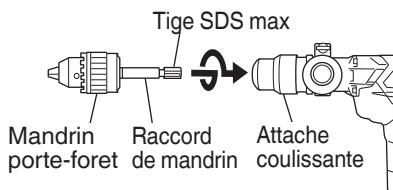

Fig. 14
- (1) Commutation sur "rotation + percussion". Pour commuter sur "rotation + percussion", procéder comme indiqué au point [3. Perçage en "rotation + percussion"] à la page 21.
- (2) Fixation du raccord de mandrin sur le mandrin porte-foret (Fig. 14)